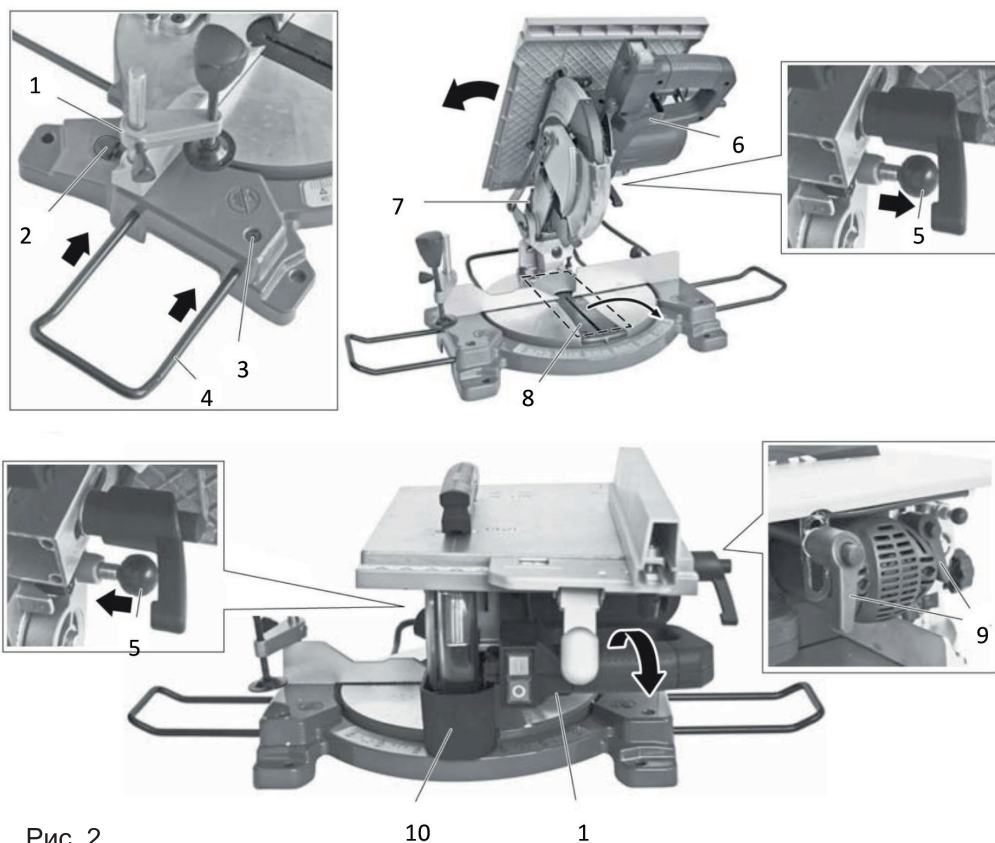

Рис. 2
9. Нажмите на рычаг разблокировки защитного кожуха 6 (Рис. 2) и опустите блок мотора, чтобы пильный диск погрузился в заготовку.
Две дополнительные опоры (4) Рис.2 служат для того, чтобы поддерживать и фиксировать длинные заготовки. Эти плечи должны поддерживать заготовку, лежащую плашмя на столе, во время распиловки. Фиксируйте заготовку зажимом.